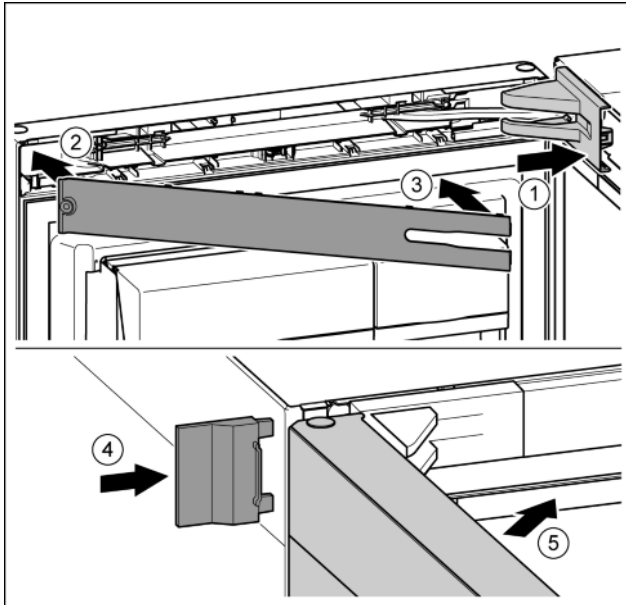

Fig. 40
- ▶ Крышку опорного кронштейна установить и зафиксировать, при необходимости, осторожно разжать. Fig. 40 (1)
- ▶ Установить накладку. Fig. 40 (2)
- ▶ Наклонить и защелкнуть накладку. Fig. 40 (3)
- ▶ Надвинуть внешнюю крышку. Fig. 40 (4)
- ▶ Закрыть верхнюю дверь. Fig. 40 (5)